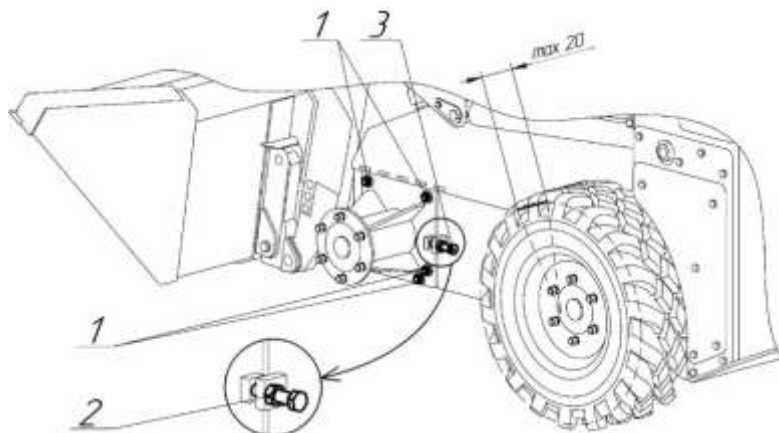

Рисунок 8.12 Регулировка натяжения цепи
- ослабить гайки крепления консолей 1 (Рис. 8.12);